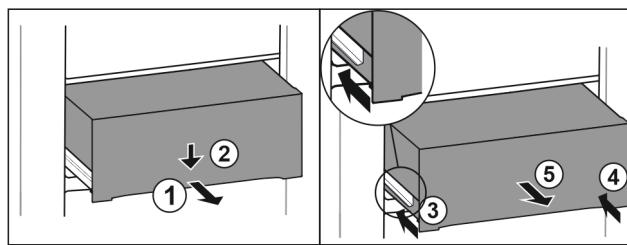

Fig. 125
- Vytiahnite zásuvku do polovice. Fig. 125 (1)
- Zatlačte zásuvku na prednej strane smerom nadol. Fig. 125 (2)
- Zasuňte ľavú koľajničku o cca 2 cm. Fig. 125 (3)
- Zasuňte pravú koľajničku o cca 2 cm. Fig. 125 (4)
- Odoberte zásuvku dopredu. Fig. 125 (5)